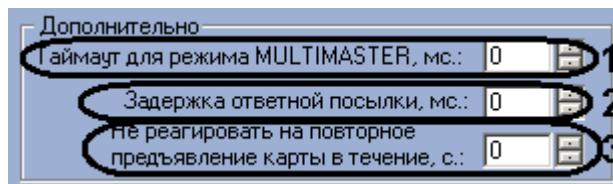

Рис. 3.3-11 Параметры группы Дополнительно
6. Задать параметры в группе **Дополнительно** (Таб. 3.3-6, Рис. 3.3-11).